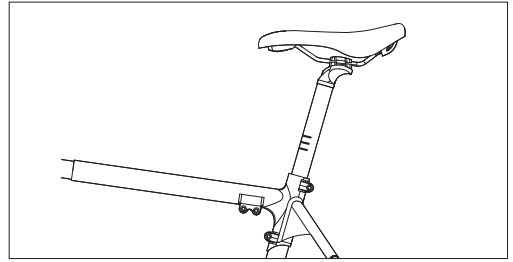

Figura 3-2
- Ajustați înălțimea șeii la înălțimea potrivită pentru dumneavoastră. Nu depășiți limita maximă de înălțime a șeii, așa cum este arătat în [Figura 3-2]. Apoi strângeți șuruburile [F] și [J].